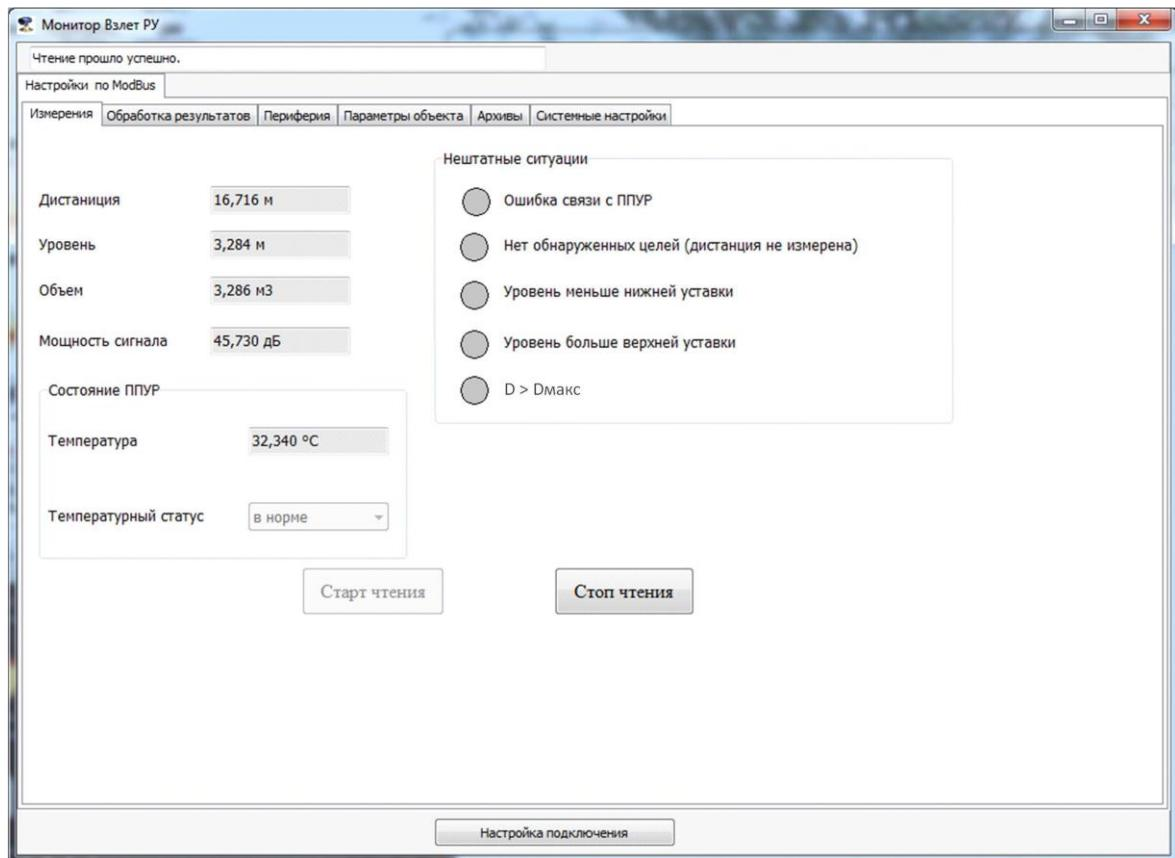

Рис.30. Вкладка «Измерения».
6.1.1. Введенный в эксплуатацию уровнемер работает непрерывно в автоматическом режиме. Текущие значения измеряемых параметров отображаются на вкладке **Измерения** основного окна программы «Монитор Взлет РУ» (рис.30) после нажатия кнопки «Старт чтения»: